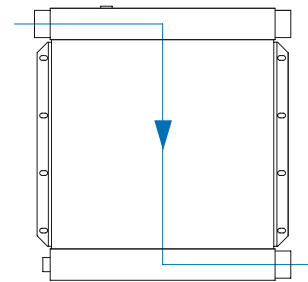

Abb. 2/diagram 2
- Der ölseitige Anschluss der Kühler erfolgt an den dafür vorgesehenen und entsprechend markierten Anschlussgewinden am oberen und unteren Sammeltank des Kühlpaketes. Siehe Abbildung 2 + 3. Der jeweils nicht benötigte Anschluss wird ab Werk mit einem Verschlussstopfen verschlossen.